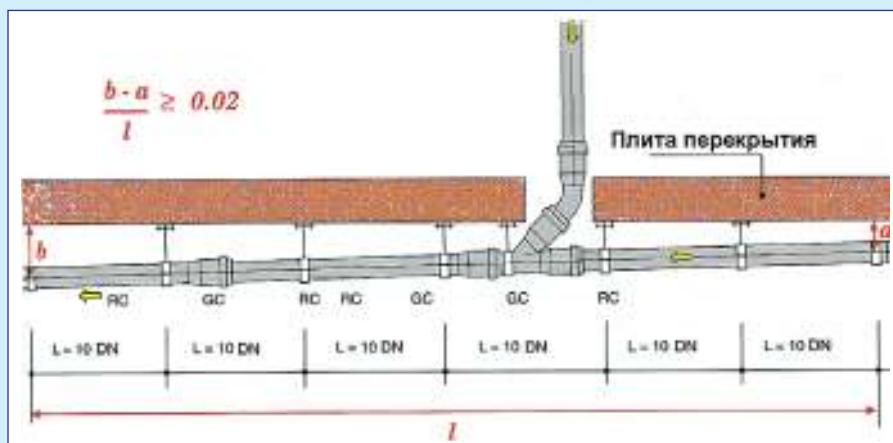

Рисунок 32. Крепление подвешенного трубопровода
Подвешенный трубопровод (Рис. 32) монтируется с помощью фиксирующих (GC) и скользящих хомутов (RC), направляющих и поддерживающих трубы, не мешая ее удлинению.